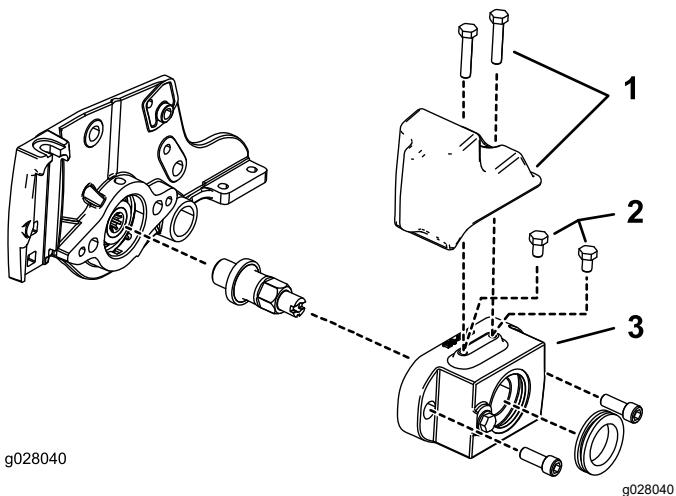

図 5
- 油圧駆動リールモーターの場合: 図図 5 に示すように、ローラーブラシハウジングの上部に 2本のボルト (5/16 x 1/2") を取り付けます (油圧 5 インチ リール モーターのみ)。